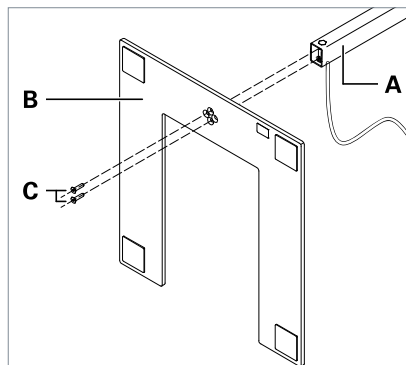

Fig. 1: Montaggio del tubo di sostegno rettangolare.
- Tubo di sostegno rettangolare, vedi Fig. 1
- ▶ Se si monta un **tubo di sostegno rettangolare**: montare il tubo di sostegno **A** mediante le due viti **C** fornite in dotazione alla base dell'apparecchio d'illuminazione **B** in maniera tale che il cavo di collegamento sia rivolto in avanti, vedi Fig. 1.